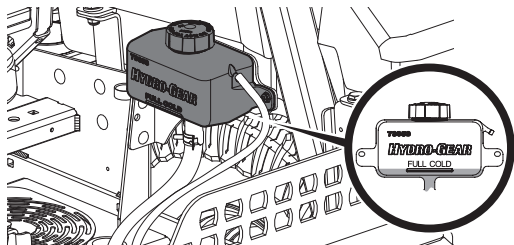

Fig. 38
2. Tournez le bouchon du réservoir dans le sens antihoraire pour le retirer, puis vérifiez le niveau d'huile dans le réservoir. L'huile doit être visible au fond de la coupelle, mais le niveau d'huile ne doit PAS être supérieur à la ligne « FULL COLD » (Fig. 38). NE REMPLISSEZ PAS LE RÉSERVOIR.